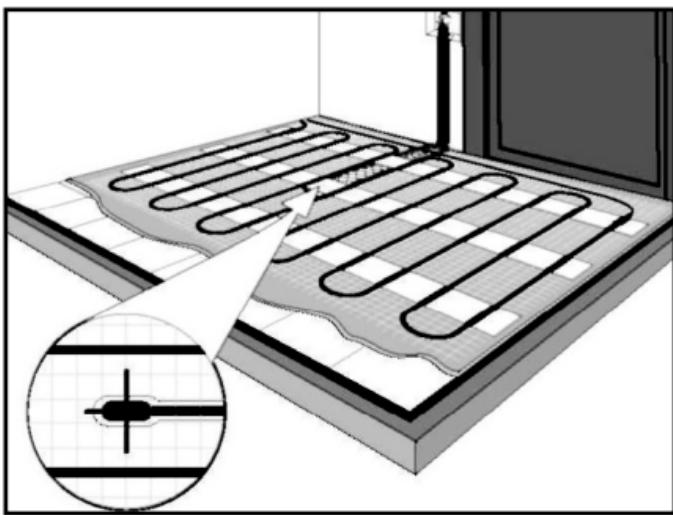

Рис. 3
- 9) Уложите нагревательный мат. Проследите, чтобы место расположения датчика температуры оказалось на равном расстоянии между витками нагревательного кабеля (рис. 3).
- 13) Выведете установочный провод к месту расположения терморегулятора через канавку, подготовленную в стене. Проверить отсутствие обрывов. Для проверки отсутствия повреждений нагревательного мата и датчика температуры в процессе укладки, измерить сопротивление нагревательного мата и датчика температуры. Их значения должны соответствовать паспортным данным. (Рис. 3)